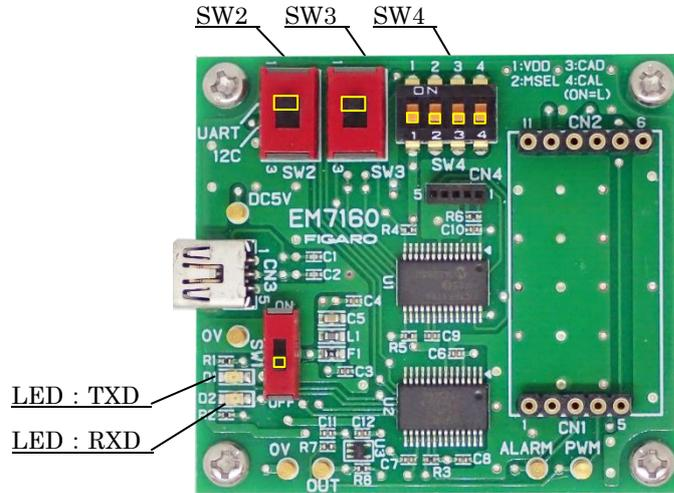

図3 UART 通信の設定
- SW2、SW3 : UART 側にセット (図3では上側へ)
- SW4-1、SW4-2、SW4-3、SW4-4 : OFF 側にセット (図3では下側へ)